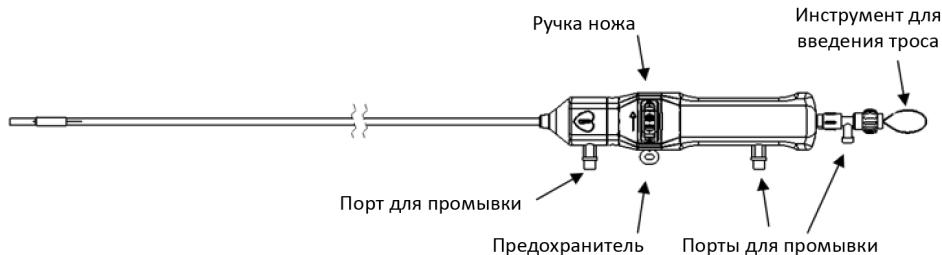

Рисунок 7. Катетер Cut
- **Катетер Cut** — катетер, который проходит по тросу внутри катетера Guide до замка и позволяет окончательно отрезать излишнюю часть троса, проксимальную замку. См. **рисунок 7**.